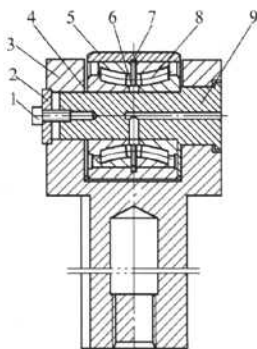

图5 改制后的整体式支头
(3)对于图5所示的结构形式,其杆侧部有定位键槽。也是要把整体式支头装配到中心架圈体上,架起工件,调整,使滚轮与工件呈良好的线接触状